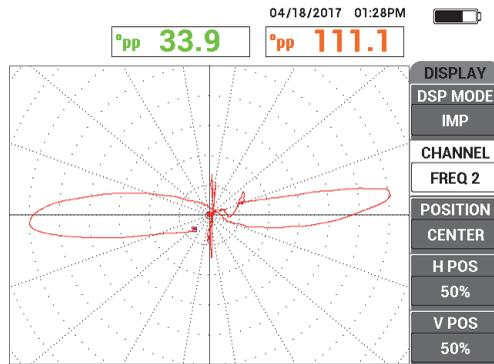

Рис. 5-202 Сигнал проверки в ЧАСТ 2
9. Просканируйте трубу по всей длине; проверьте, чтобы сигнал от сквозного дефекта был вертикальным, а опорный сигнал не был обрезан. При необходимости, отрегулируйте (см. Рис. 5-202 на стр. 286).